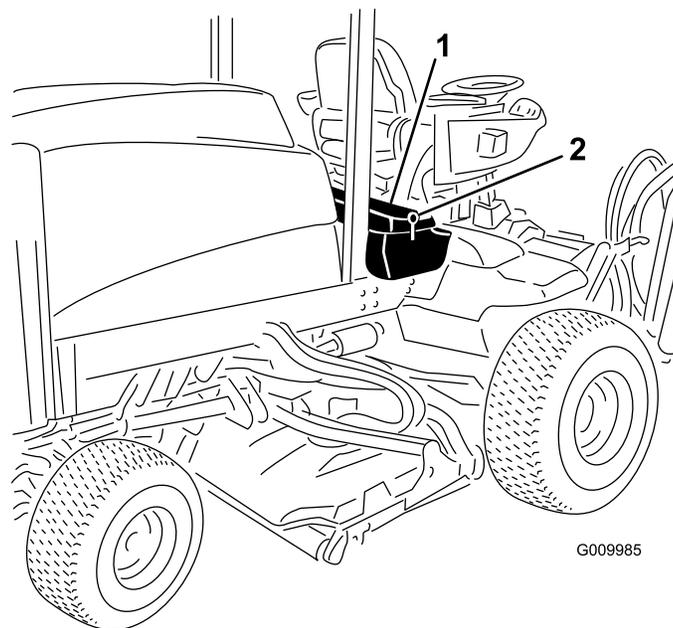

Figure 51
1. Déverrouillez et soulevez le panneau de la console (Figure 51).